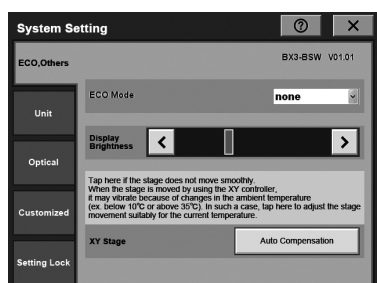

Рис. 7
2. Коснитесь кнопки [System Setting] (настройка системы) ②. На экране сенсорной панели появится дисплей [System Setting] (настройка системы) (рис. 7).